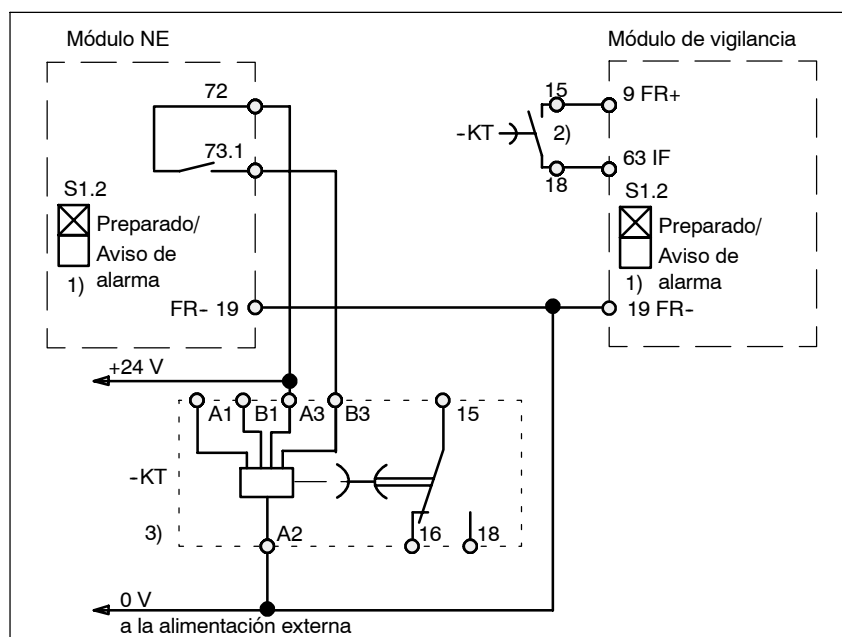

Fig. 8-8 Desconexión retardada Desbloqueo de impulsos
- Desconexión retardada desbloqueo de impulsos --> ver fig. 8-8